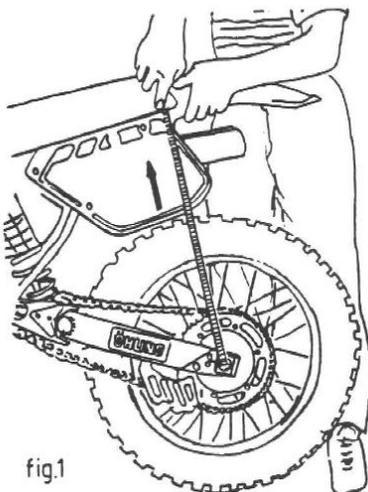

fig.1
2. Lyft därefter isär fjädringen helt enligt fig. 1 och mät avståndet mellan bakaxeln och exempelvis sadelns underkant.